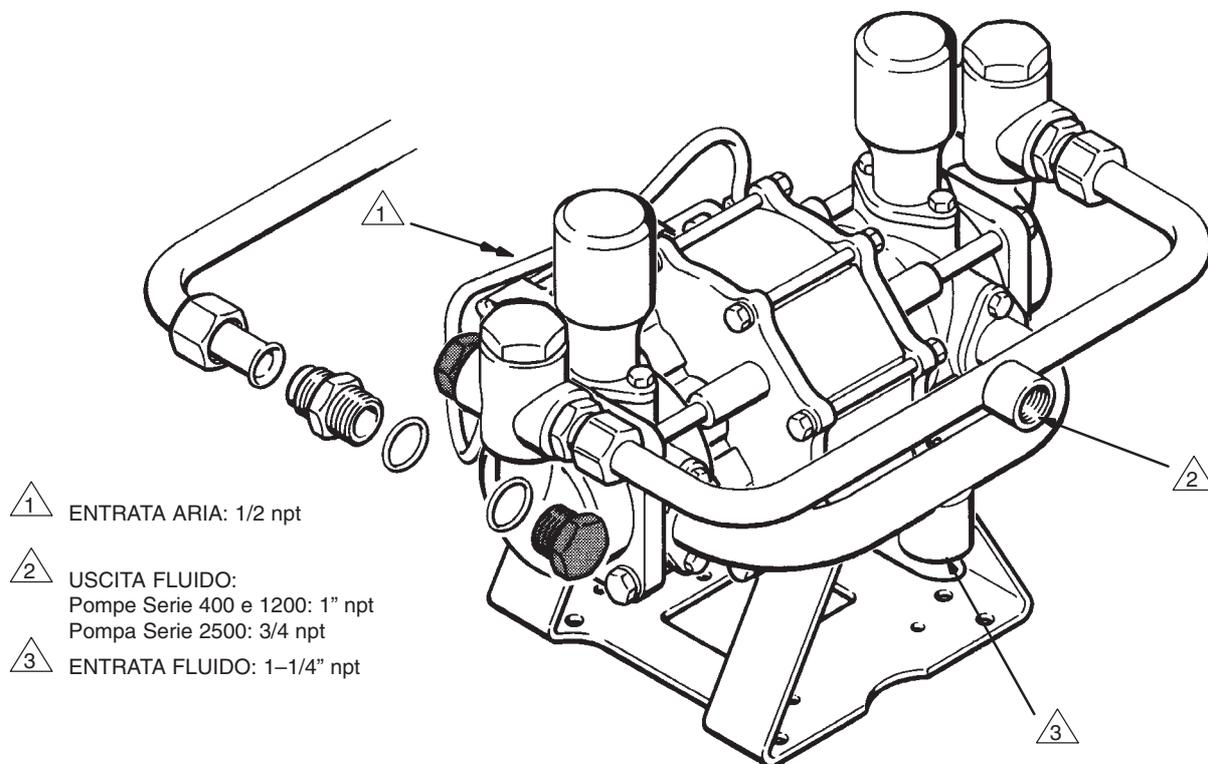

Fig. 5
3. Per cambiare la direzione di uscita e facilitare l'installazione, il collettore di uscita può essere rimosso e ruotato di 180° (Fig. 5).